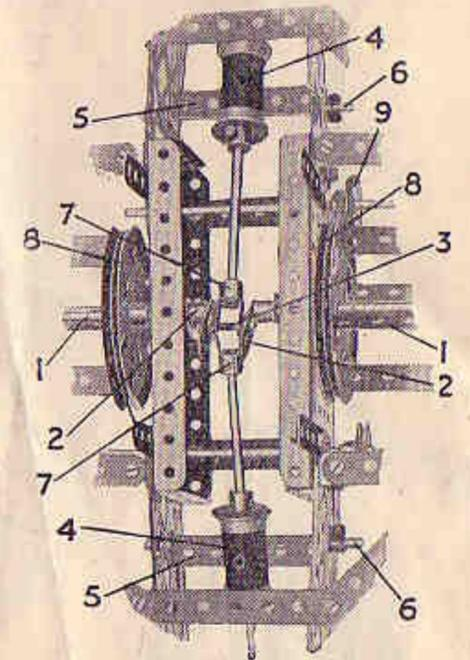

Fig. 56a
Les roues à palettes sont fixées à l'arbre (voir Fig. 56a) constitué par deux tringles de 9 cm. (1), deux manivelles (2) et un boulon de 19 mm. fixé dans les trous centraux des manivelles. Les deux cylindres oscillants (4) sont formés de deux roues à boudin de 19 mm. et d'une paire de manchons : ces derniers sont boulonnés à des bandes courbées de 5 trous 63x12 mm. (5) qui tournent librement sur les tringles (6). Les extrémités des tiges de pistons de 13 cm. sont fixées dans la bosse de deux fourchettes (7) qui pivotent autour du boulon de 19 mm. (3) de l'arbre. Quand le modèle roule sur le sol, les poulies de 75 mm. (8) fixées aux tringles (1) tournent par l'intermédiaire d'une corde sans fin et de la poulie de 25 mm. (9) tandis que les cylindres (4) oscillent et semblent manœuvrer les palettes.